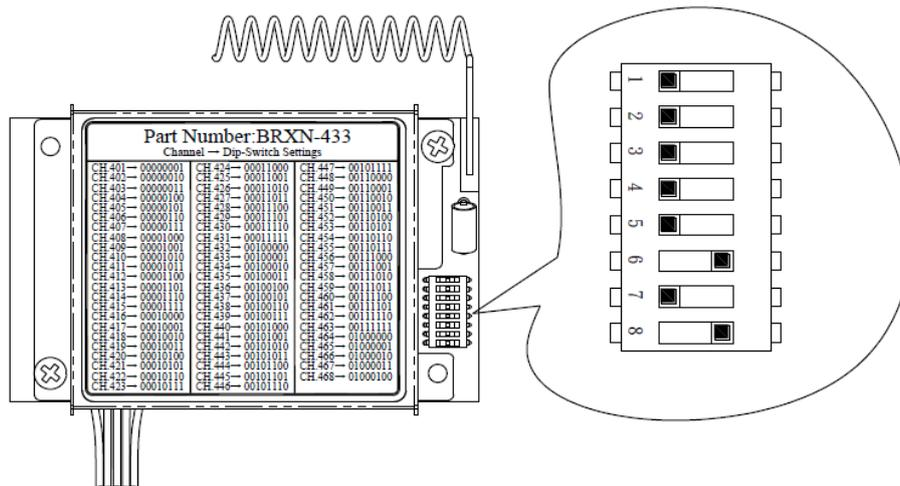

FIGURA 40 - PLACA DE RÁDIO RECEPTOR
A configuração do CH do receptor deve ser realizada na placa de rádio, vista na Figura 40:
- Na Figura 40 os dip-switch estão indicando 00000101 que é igual ao CH 05;